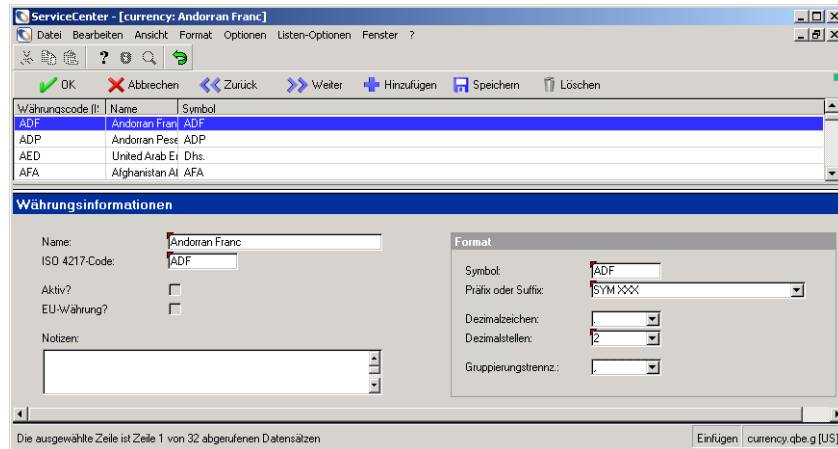

Abbildung 8-7: Datensatz für Währungsdefinition
- 4 Der angeforderte Datensatz oder eine QBE-Liste der Datensätze wird angezeigt. Doppelklicken Sie auf den anzuzeigenden bzw. zu bearbeitenden Datensatz. Abbildung 8-7 zeigt den Datensatz für eine Währungsdefinition.